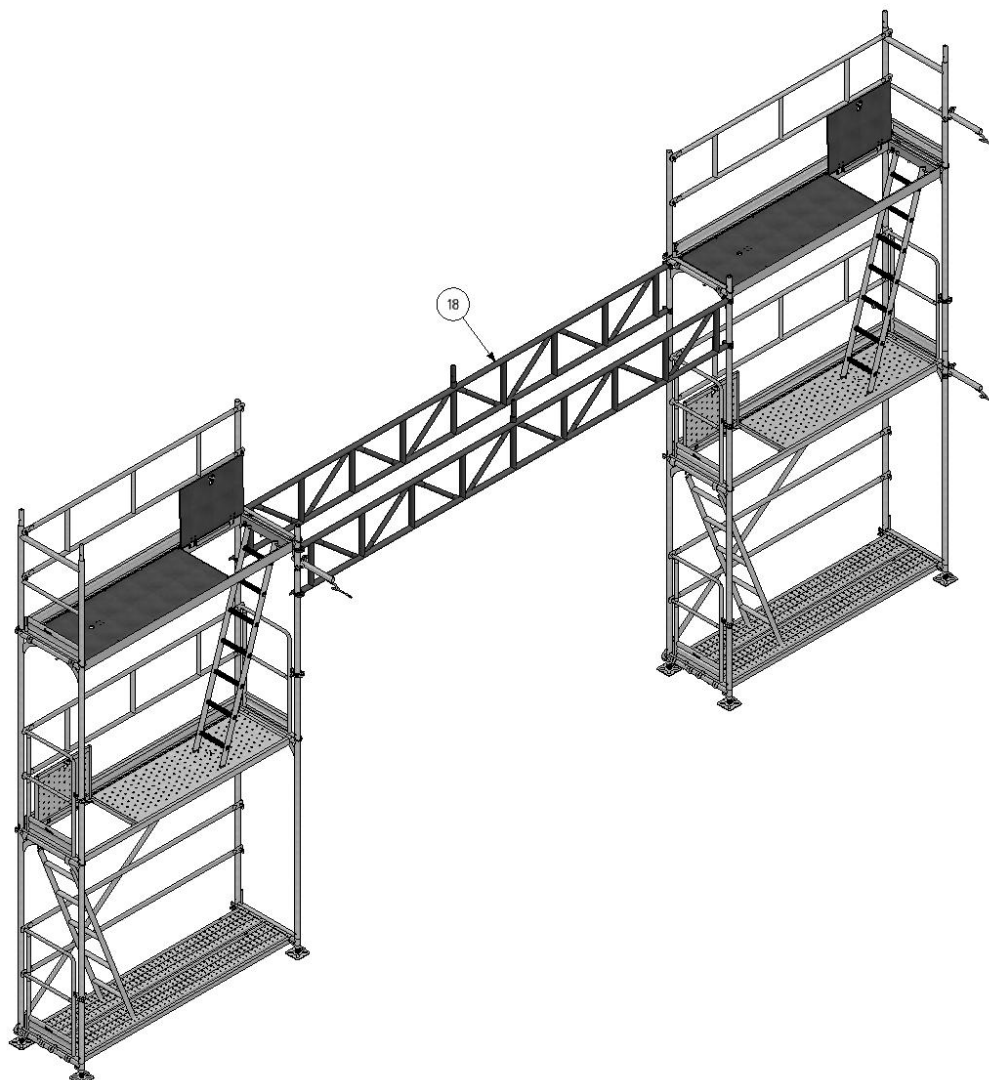

Figura 18
**19.2.1 Nomenclatura da (Figura 18)**